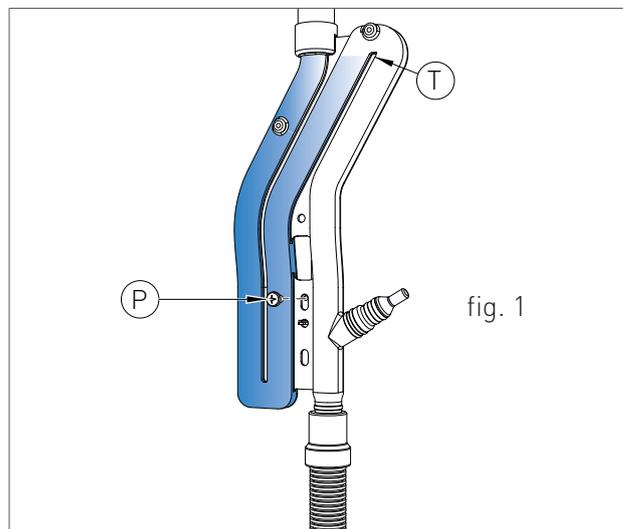

fig. 1
1. allentare leggermente il tappo della valvola jolly posizionata in alto sul blocco a condensazione per permettere all'aria di fuoriuscire dal punto più alto dell'impianto (1-fig.1);
3. collegare un tubo di gomma al rubinetto di scarico posizionato in alto al blocco condensazione e svitare in senso anti orario la valvolina (2-fig.1);
- > Svitare la vite "P" (fig. 1), estrarre il sifone e riempirlo con acqua fino al punto più alto "T" (fig. 1);